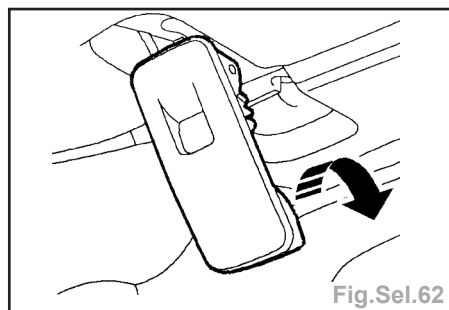

Fig.Sel.62
- Ouvrir et dégager les loquets de hardtop et, avec un aide, déposer le hard-top (Fig.Sel.62).